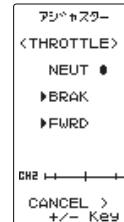

図 2
振り幅の設定画面（図2）の状態で、トリガーをブレーキ側いっぱいおよび前進側いっぱいに軽く操作し画面にボタンマーク（図3）が表示されたら①ボタンを押します。